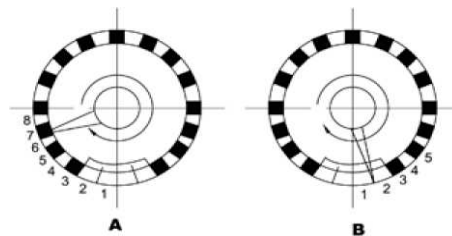
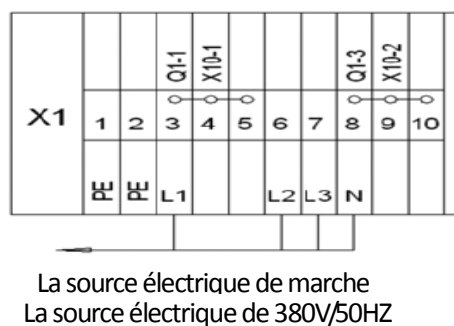

Figure 3
Figure 4
pointeur. Résultats: La différence de 7 échelles, comme montré à la figure 3.A
b) L'interrupteur des prises est à la 11^e position d'opération, tourner la poignée en tournant vers la 10^e position jusqu'à ce que le fonctionnement de l'interrupteur, enregistrer le signe de position du petit pointeur. Résultats: La différence de 1.5 échelles, comme montré à la figure 3.B
6.4.1 La source électrique de l'unité est entrée les bornes des numéros de 3,6,7,8 au bornier XI, la puissance triphasée à 4 fils de 380V / 50Hz , comme la figure 4 .
Avant l'opération électrique, s'il vous plaît lire attentivement la figure 3, la figure 4, la figure 5 dans ce manuel, et les instructions d'opération électrique 6.4.3, pour comprendre le fonctionnement des composants électriques indiqués ci-dessus, la description de l'état et la méthode d'utilisation.